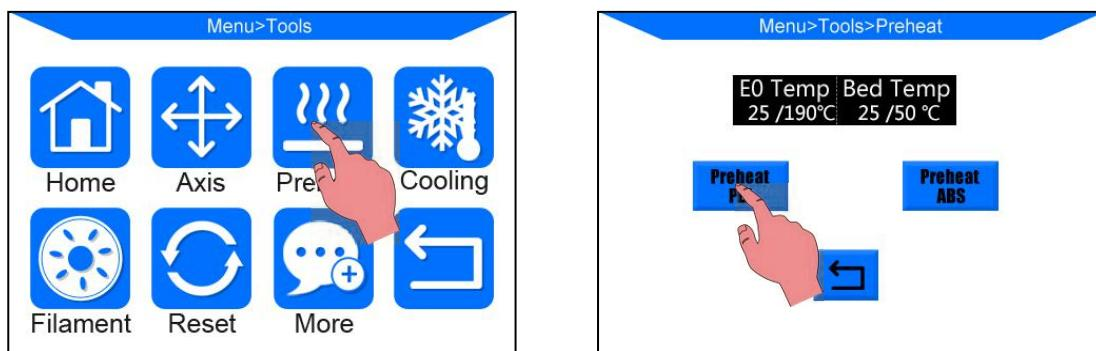

図 27
- (1) プリントの電源を入れます。メインメニューで “Tools”→“Preheat”→“Preheat PLA”をクリックします。(図27) (この例ではフィラメントはPLAとします。)